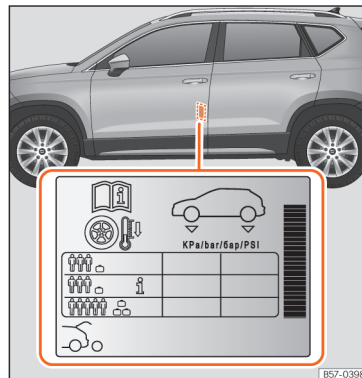

Abb. 218 Einbauort des Aufklebers für den Reifendruck.
- Passen Sie bei größerer Zuladung den Reifendruck entsprechend an »» **Abb. 218.**
Die Angaben zum Reifendruck befinden sich auf einem Aufkleber an der B-Säule der Fahrertür »» Abb. 218.
Je nach Fahrzeug kann der Reifenfülldruck auf halbe Last eingestellt werden, um den Fahrkomfort zu verbessern (Reifendruck **i** »» Abb. 218). Beim Fahren mit Komfort-Reifendruck kann sich der Kraftstoffverbrauch leicht erhöhen.
Der Reifendruck muss der aktuellen Fahrzeugbelastung angepasst werden. Wenn das Fahrzeug voll beladen werden soll, muss der Reifenfülldruck entsprechend dem auf dem Reifenfülldruck-Aufkleber »» Abb. 218 angegebenen maximalen Wert erhöht werden.
Füllen Sie bei einem minimierten Notrad (125/70 R18) auf einen Druck von 4,2 bar, gemäß Angabe auf dem Aufkleber mit den Reifendruckwerten »» Abb. 218.
- Der Fahrer ist verantwortlich für den richtigen Reifenfülldruck an allen Reifen am Fahrzeug. Der empfohlene Reifenfülldruck befindet sich auf einem Aufkleber »» Abb. 218.
- Immer den richtigen Reifenfülldruck am kalten Reifen einhalten, wie auf dem Aufkleber angegeben »» Abb. 218.